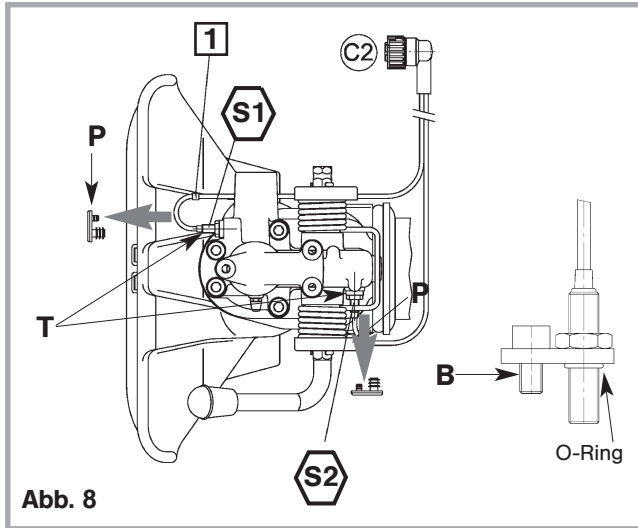

Abb. 8
- gekennzeichnete Sensoren (**S1+S2**) mit Befestigungsflansch und montiertem O-Ring an den entsprechenden Schnittstellen (Abb. 8 (**T**)) einschieben und mit der Befestigungsschraube (**B**) – M6 – mit **5 Nm** anziehen.